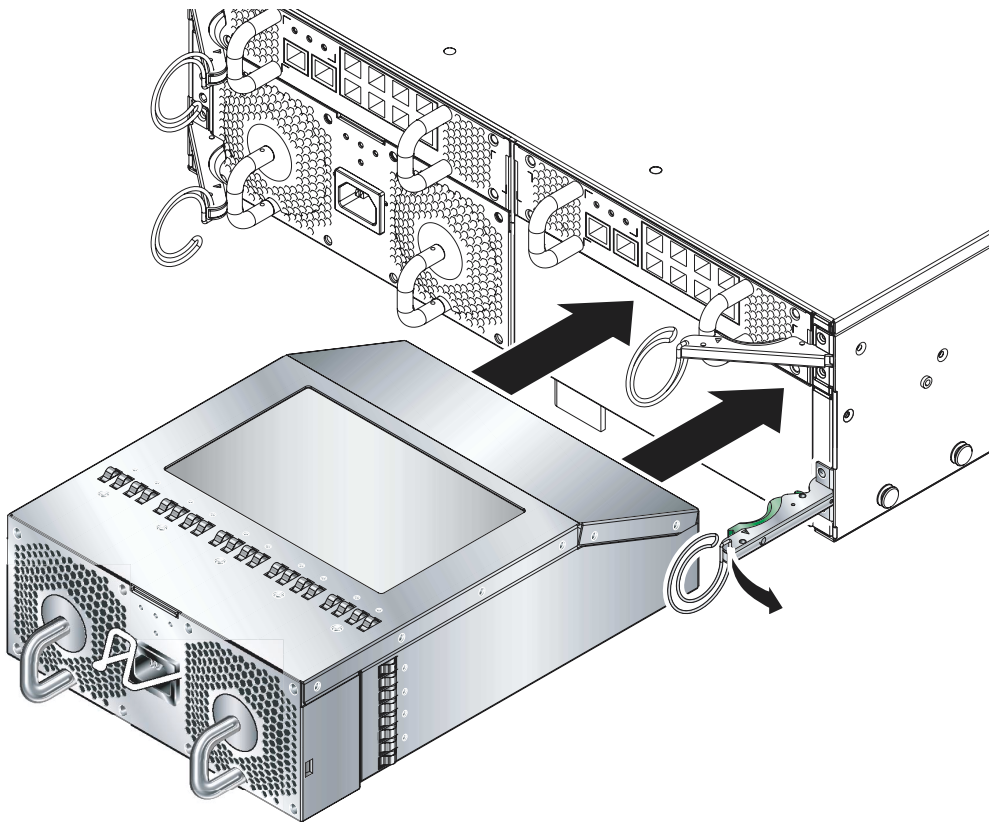

图 4-9 对准 PSU
PSU 连接器必须正对着系统机箱并且位于在 PSU 的下半部分（图 4-9）。
2. 检查机箱弹出栏是否完全打开，并保证它不会堵住 PSU 插槽的开口（图 4-9）。